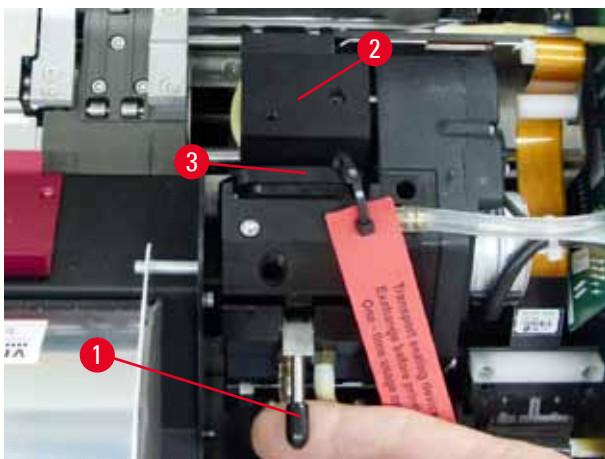

Fig. 30
4. Skrivarhuvudet (→ "Fig. 30-2") förflyttas uppåt och stannar cirka 1 cm från tätningsslappen (→ "Fig. 30").